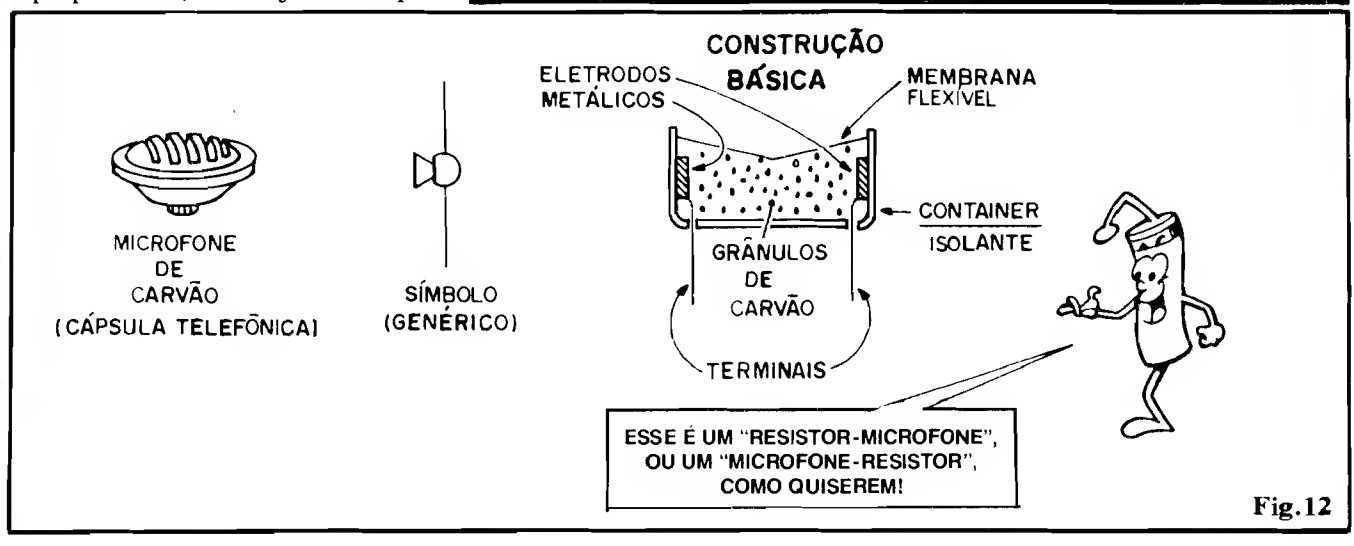

Fig.12
- FIG. 12 - Embora tenhamos dito que PDRs não são "encontráveis" nas lojas, na forma de componentes acessíveis ao grande público, na verdade **existe** um tipo de PDR "pronto", e que pode ser comprado a baixo preço mesmo em "sucatas", por aí! Trata-se do MICROFONE DE CARVÃO, normalmente usado como cápsula captadora da voz em telefones (atualmente estão sendo gradualmente substituídas por cápsulas dinâmicas, capacitivas, de eletreto ou de cristal, mas muitos dos aparelhos telefônicos não tão novos, ainda usam o microfone de carvão...). A figura mostra, pela ordem, a aparência, o símbolo (genérico, para "microfones") e a